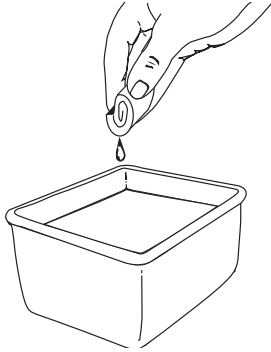

Fig. 20
1. Ouvrez le couvercle du filtre à air. Enfoncez la languette située à gauche du couvercle, tirez celui-ci vers vous pour le dégager du boîtier du filtre à air (Fig. 20).
- Lavez le filtre dans un mélange d'eau et de détergent (Fig. 20). Rincez le filtre abondamment et laissez-le sécher.
- Pivotez le couvercle vers la droite jusqu'à ce que la languette du couvercle du filtre s'enfonce d'un déclic dans la fente sur le côté droit du boîtier du filtre (Fig. 20).